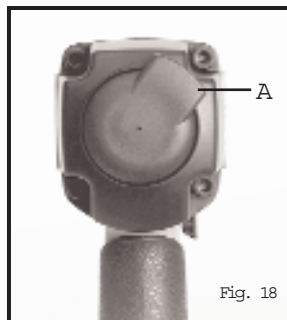

Fig. 18
5 Ajustez le d flecteur directionnel d' chappement (A) Fig. 18 afin que les bouff es d'air s' chappent de l'outil soit dirig es loin de l'op rateur. Le d flecteur d' chappement peut  tre positionn  de 8 mani res diff rentes afin de diriger les bouff es d'air s' chappant de l'outil loin de l'op rateur. Attrapez le r flecteur et faites le tourner jusqu'  ce qu'il soit dans la position d sir e.